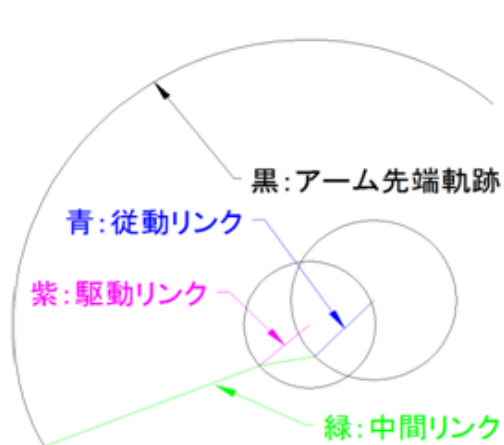
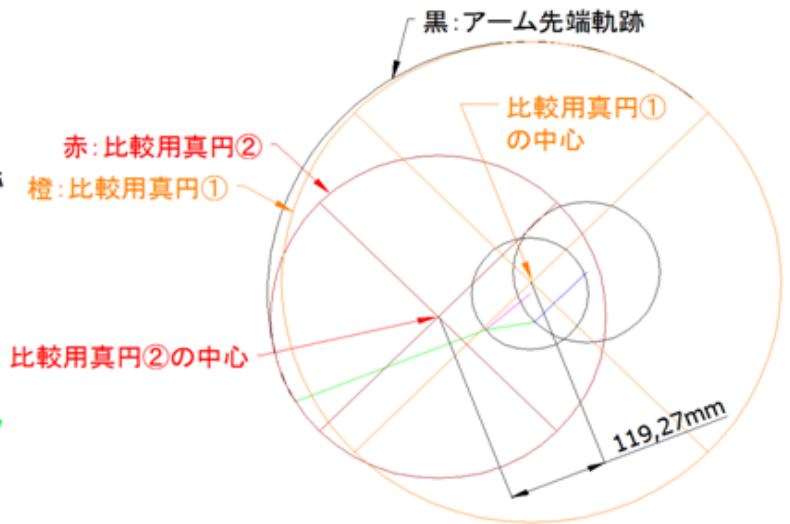

図5:アームの揺動リンク
図6:アーム先端軌跡と比較用真円との比較
図5のような台形四節リンクによって、駆動リンクから中間リンク(アーム先端)まで動力を伝達します。このリンクは駆動リンクから次の機構部品に回転軸で接続されています。アーム先端は黒線の軌道を描いて、2点以上の充分に間隔の空いた円弧中心を持つ連続した曲線を通過しています。(図6の比較用真円①②は、アーム先端軌道が2点以上の充分に間隔の空いた円弧中心を備えていることを表しており、それぞれの真円中心との間隔